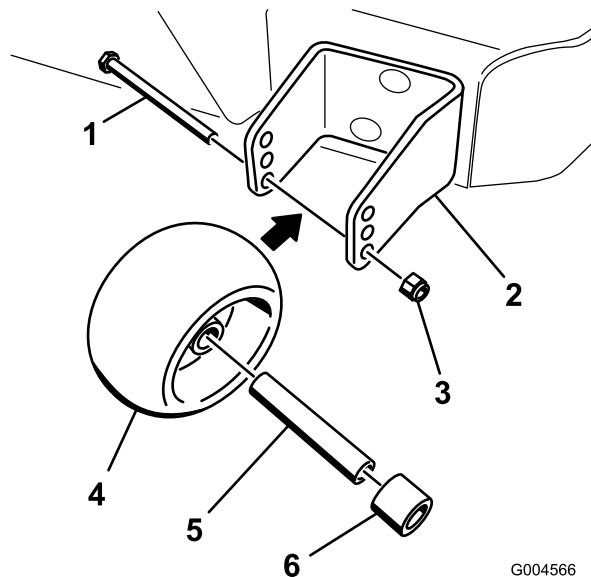

Figure 18
3. Après avoir réglé la hauteur de coupe, réglez les galets en retirant l'écrou à collerette, la bague, l'entretoise et le boulon (Figure 18).
5. Posez l'écrou à embase, la bague, l'entretoise et le boulon. Serrez à 54–61 Nm (40–45 pi-lb) (Figure 18).